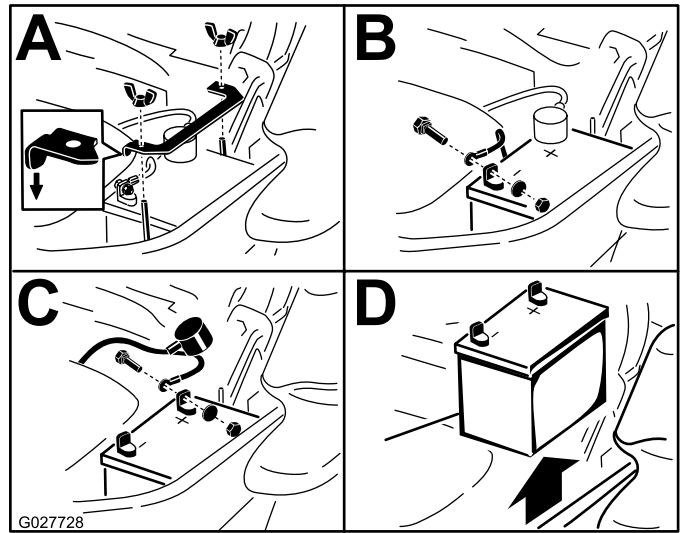

Figura 59
3. Retire la batería, según se muestra en Figura 59.
Nota: Coloque la batería en la bandeja, con los bornes frente al depósito de aceite hidráulico (Figura 59).